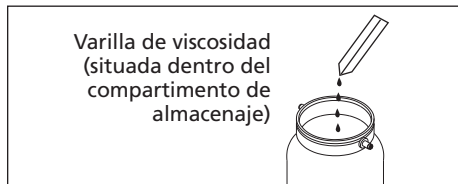

Figura 6 - Varilla de viscosidad
- Con el siguiente procedimiento, verifique la viscosidad del material que va a rociar antes de asegurar la pistola en el depósito de pintura (Figura 6).